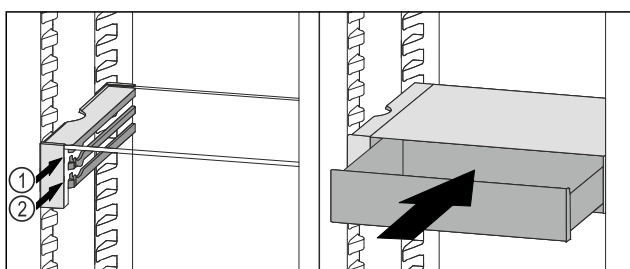

Fig. 135
- Uzlieciet VarioSafe atvilktni aiz aizturiem uz vajadzīgās ribas Fig. 135 (1) vai Fig. 135 (2).